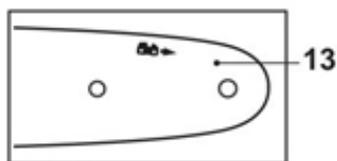

Fig. 4
2. Vérifiez que le frein de chaîne est libéré. S'il est engagé, tirez le protège-main avant / levier de frein (11) vers l'arrière jusqu'à ce qu'un « clic » se fasse entendre.
3. Utilisez la clé à bougie fournie (32) pour retirer les deux écrous de fixation (16) du capot latéral (18).
4. Le guide-chaîne (13) doit être fixé avec le symbole « coupe » de la chaîne vers le haut du guide (Fig. 4).